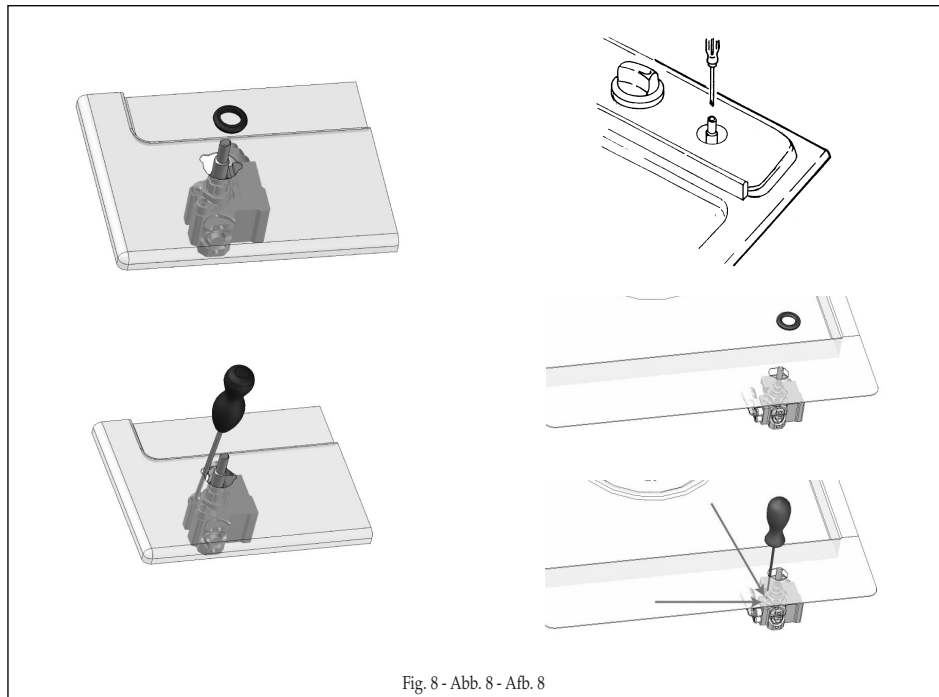

Fig. 8 - Abb. 8 - Afb. 8
- per la regolazione del minimo agire con opportuno cacciavite sulla vite posta sul rubinetto (Fig. 8) dopo averlo ruotato in posizione di minimo. Per GPL (butano/propano) avvitarlo a fondo.
- to adjust to the minimum, use a screwdriver on the screw placed on the tap (Fig. 8) after turning the tap to its minimum position. For LPG (butane/propane) screw tight.
- pour le réglage au minimum, tournez à l'aide d'un tournevis approprié la vis dans l'axe du robinet (Fig. 8) après avoir placé le robinet sur la position du minimum. Pour GPL (butane/propane) serrez à fond.
- bei der Einstellung des Mindestwertes, den Hahnhebel auf das Minimum drehen und die Einstellschraube am Hahn mit entsprechendem Schraubenzieher drehen (s. Abb. 8). Bei Betrieb mit Flüssiggas (Butan- /Propangas) Einstellschraube fest anziehen.
- para la regulación del mínimo, usar un destornillador apropiado en el tornillo puesto sobre la llave (Fig. 8) después de averlo girado en la posición de mínimo. Para GPL (Butano/propano) atornillar a fondo.
- teneinde het minimum in te stellen draait men met een schroevendraaier de schroef aan de kraan (z. afb. 8), nadat deze op het minimum gedraaid werd. Bij toestellen die op vloeibaar gas (butaan/propan) werken moet men de stelschroef vast aandraaien.
- para a regulação do mínimo agir com uma oportuna chave de parafuso colocado na torneira (Fig. 8) depois de o ter rodado à posição mínimo. Para GPL (butano/propano) ataraxar a fundo.